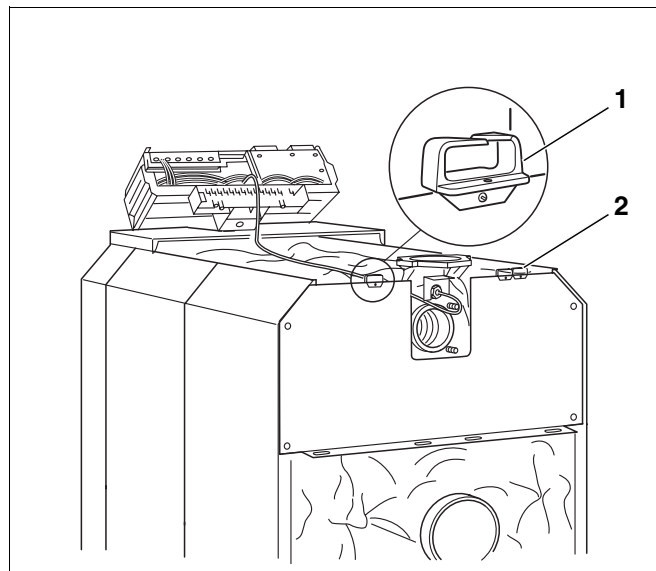

Abb. 63 Elektrischer Anschluss
- Kabeldurchführung (Abb. 63, **Pos. 1** und **2**) links oder rechts an der Kesselrückwand anschrauben.